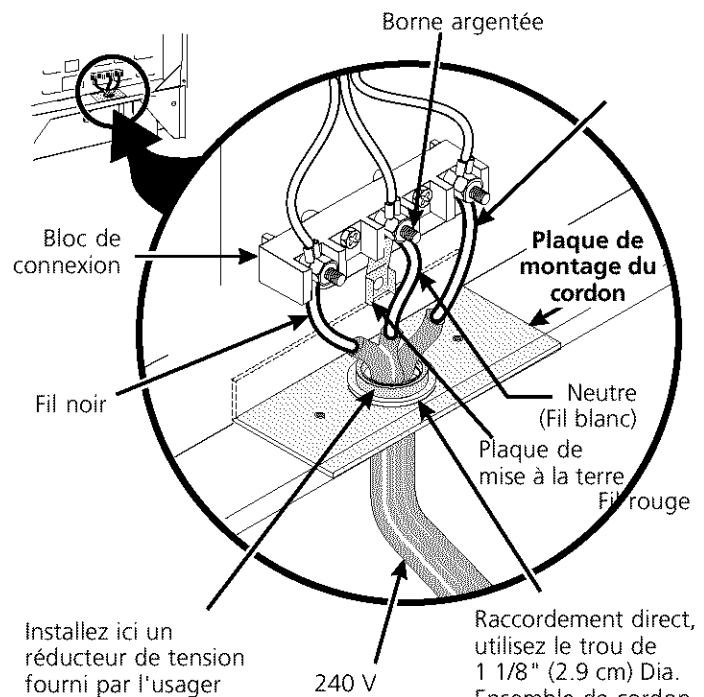

Figure 4
NOTE: L'appareil sort de l'usine avec un trou de 1 1/8" (2.9 cm) dia. tel que montré à la figure 4. Si un trou plus grand est requis, repoussez la pastille.
4. Remplacez les 3 écrous sur les bornes du bloc de connexion (voir figure 4).
6. Remplacez les 3 écrous sur les bornes du bloc de connexion (voir figure 4).